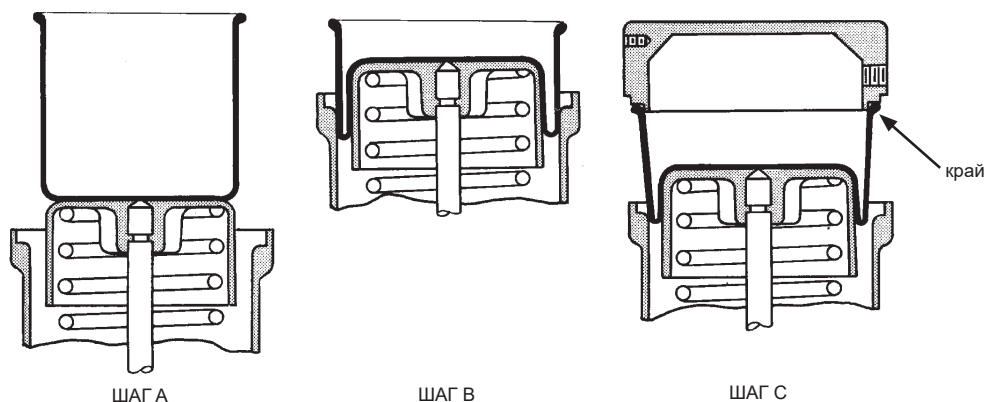

Рисунок 7 – Способ 1
- H-1.** На мембране (40) есть надпись «Piston Side» («Сторона поршня»). Если используется клей, нанесите его на эту сторону мембраны.
- I-1.** Отцентрируйте и прикрепите мембрану (40) к верхней части поршня (43) (см. рисунок 7 – способ 1, шаг A).
- J-1.** Расправьте мембрану (40) внутри цилиндра пружины (38) так, чтобы она частично вошла в цилиндр пружины (см. рисунок 7 – способ 1, шаг B).